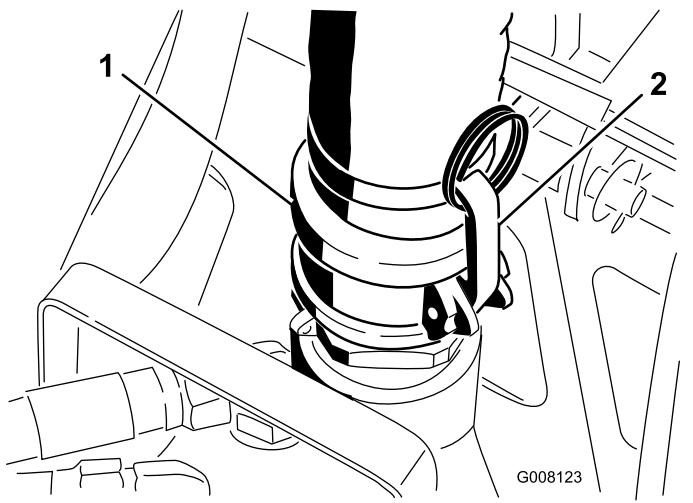

Figura 13
3. Rilasciate i fermi e scollegate il flessibile di scarico dalla pompa (**Figura 13**).
15. Collegate il flessibile di scarico alla pompa e fissate i fermi (Figura 13).